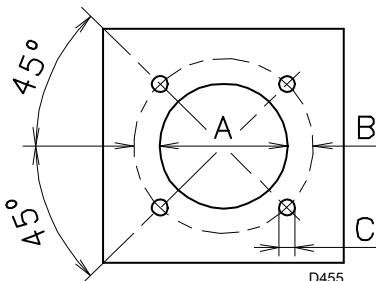

图 15
如图 15 (表 K) 所示，在炉膛前烟箱板上钻孔。可以用随燃烧器附带的隔热垫定位螺纹孔的位置。
- 将燃烧器整体安装到之前在锅炉前烟箱板上已钻好的孔(图15)上，同时将随附螺丝拧紧。